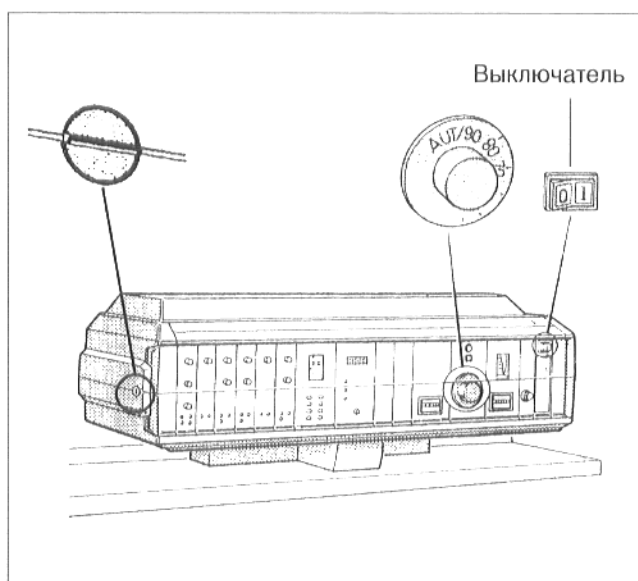

Рис. 52
- Установить шлиц винта прозрачного покрытия регулятора (рис. 52) в горизонтальное положение, например, при помощи монеты. Снять прозрачное покрытие в направлении вперед.
- Установить переключатель режима работы (рис. 52) на поз. 0 (ВЫКЛ).